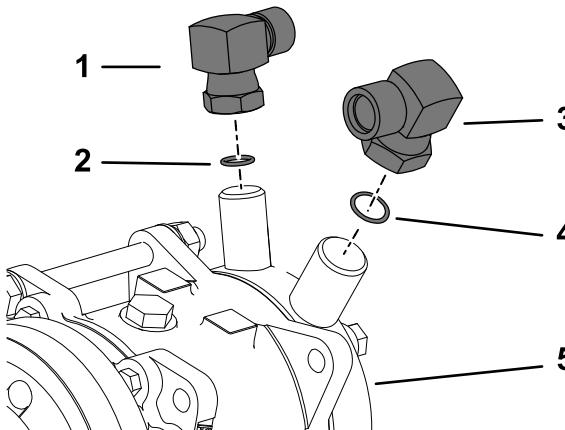

図 43
1. エアコン用ポンプの低圧側吸入側ポートに90度フィッティング7/8インチとOリングサイズ8を取り付ける図43。
3. エアコン用ポンプの高圧側吐出側ポートに90度フィッティング3/4インチとOリングサイズ10を取り付ける図43。